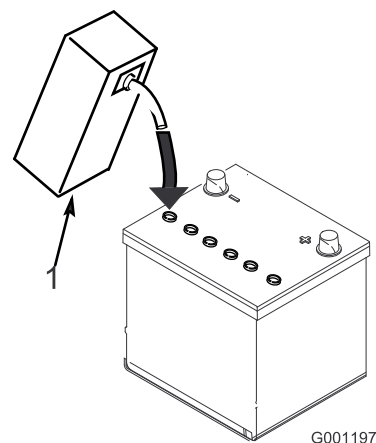

Figure 7
3. Versez de l'électrolyte avec précaution dans chaque élément jusqu'à ce que les plaques soient recouvertes d'environ 6 mm de liquide (Figure 7).
4. Attendez environ 20 à 30 minutes pour que les plaques aient le temps de s'imprégner d'électrolyte. Faites l'appoint au besoin pour que le niveau de liquide monte à 6 mm en dessous du creux de remplissage (Figure 7).